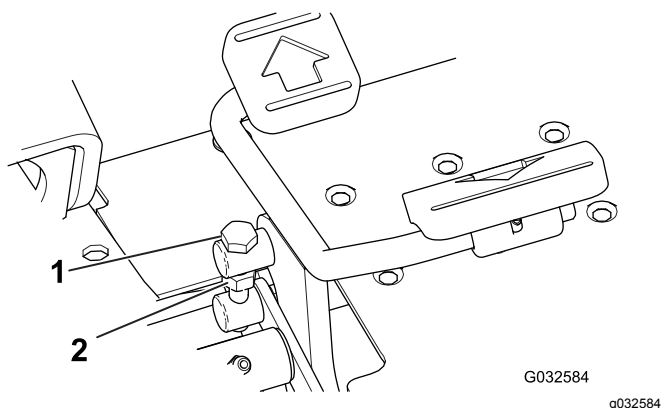

Bild 45
1. Lösen Sie die Klemmmutter an der Drehzapfenkopfschraube an der Seite des Fahrpedals (**Bild 45**).